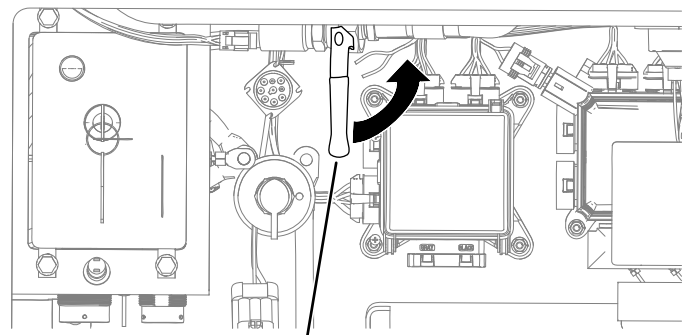

Bild 127
- A. Öffnen Sie das Frostschutzmittelventil im hinteren Abteil (Bild 127).
6. Schließen Sie das Ventil für Frostschutzmittel (Bild 127).